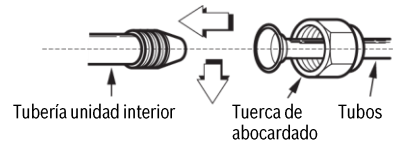

Fig. 58
- Ajustar correctamente la tuerca de abocardado con la mano y ajustar con un tensor y una llave dinamométrica, tal como se los indica en la Fig. 58 y 59.